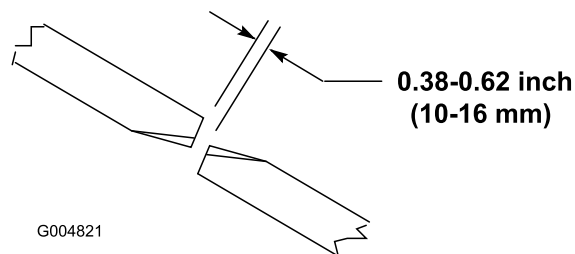

Figura 26
Per garantire il funzionamento ottimale del piatto di taglio occorre una luce di 10-16 mm tra la punta delle lame dei piatti di taglio laterali e quelle del piatto di taglio centrale (Figura 26).
2. Ruotate una lama centrale ed una laterale adiacente in modo che le punte delle loro lame siano allineate. Misurate la distanza tra le punte delle lame (Figura 26).